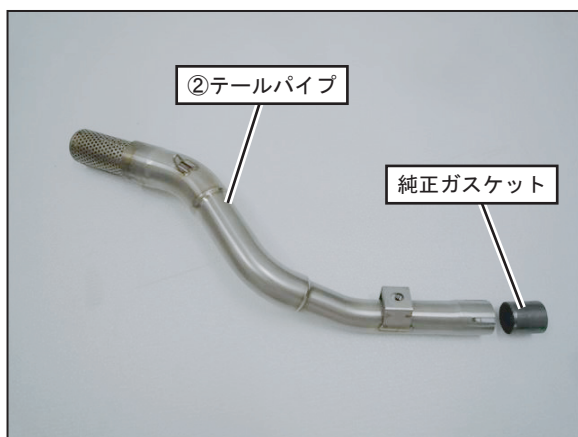

FIG. 4
6. ②テールパイプ前側に新品の純正ガスケットを取り付けて下さい。（FIG. 4 参照）